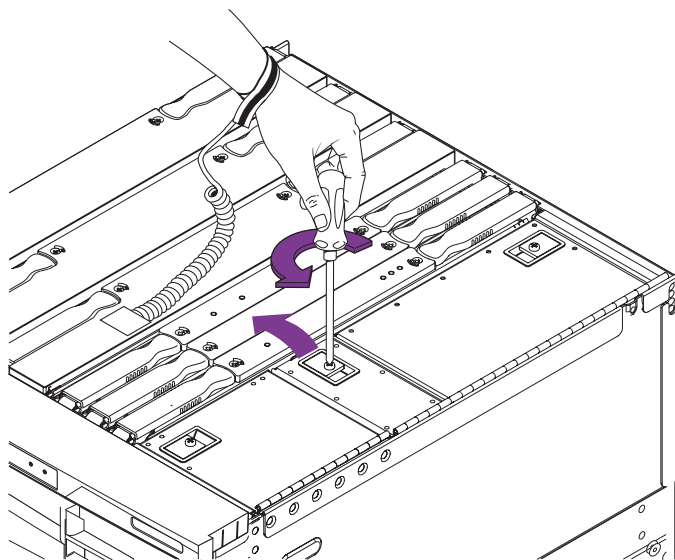

図 6-9 IB ファンのカバーの開け方 – システムの上面図
- b. ラッチを解除してカバーを開きます (図 6-9)。